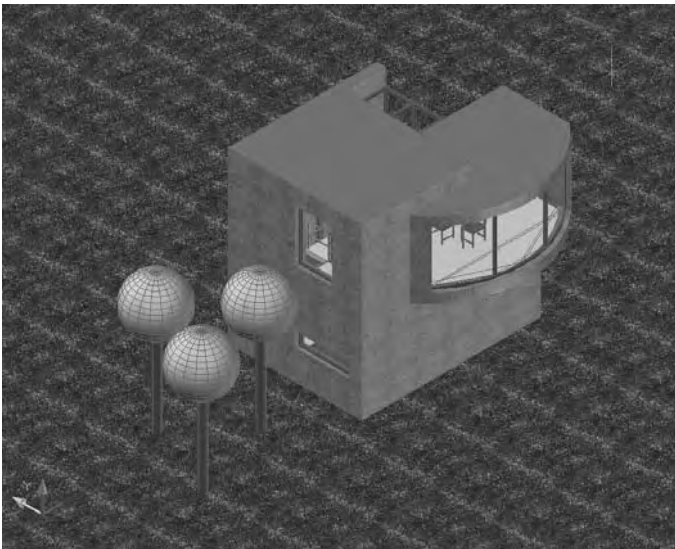

Fig.10.22
- 1 Activez une vue 3D en perspective avec le style visuel **Réaliste** (fig.10.22).